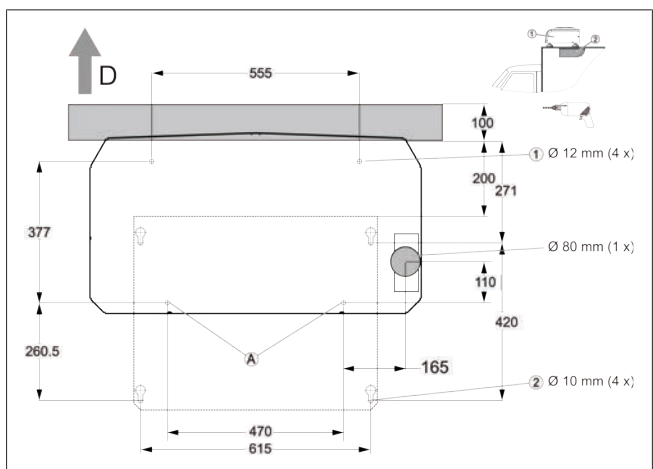

Fig. 6
2. Taladre los agujeros según la Fig. 6.